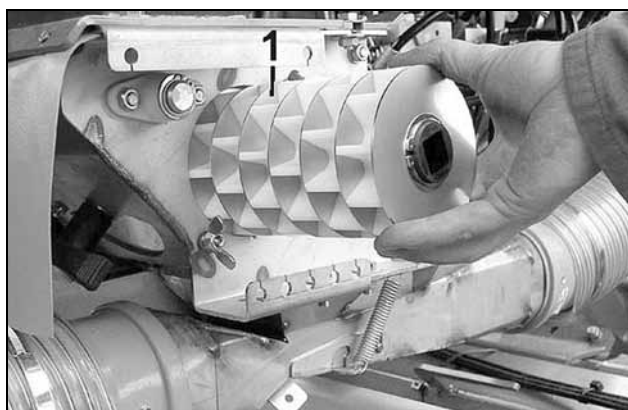

Fig. 22
- Rullo dosatore grossolano (Fig. 22/1) per sementi grossolane e grandi quantità di spargimento